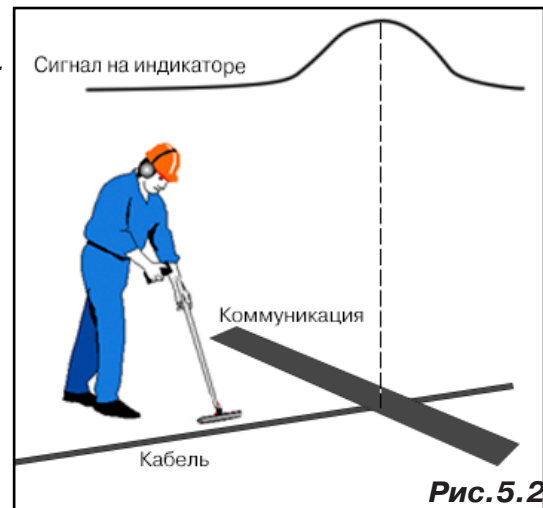

Рис. 5.2
3. Расположить корпус электромагнитного датчика над трассой кабеля параллельно трассе (уровень сигнала на индикаторе приемника будет близок к нулю) (рис. 5.2). Провести трассопоиск в соответствии с методом максимума. При прохождении по трассе, место пересечения кабеля с коммуникациями определяют по максимальному сигналу.